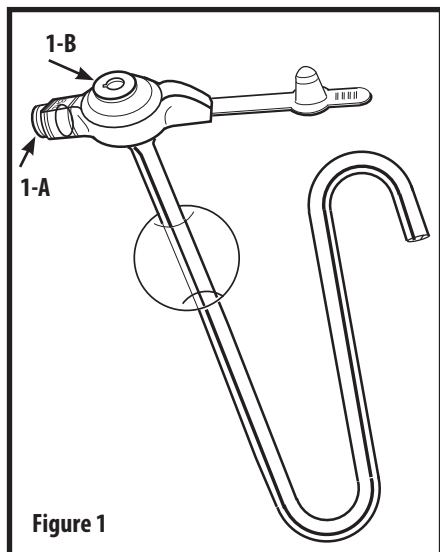

Figure 1
- セットの一部である 6 ml のルアー スリッ シリンジで、5 ml の滅菌水または蒸留水をバルーンポートから注入して、バルーンを拡張させます。(図 1-A を参照)
- 開通性を確認するには、6 ml のルアー スリッ シリンジを使って、空腸ポート (図 1-B 参照) から水を流し入れます。